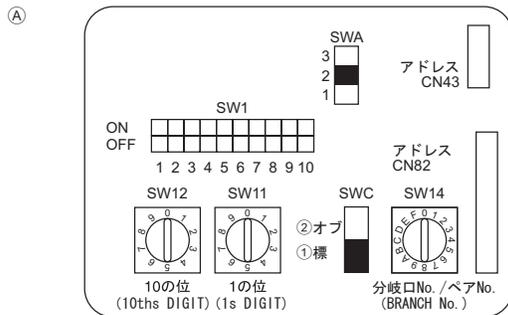

Fig. 5-5
- ③ Télécommande sans fil (lors de l'installation d'un récepteur de signaux sans fil)
5.5. Configuration des adresses (Fig. 5-5)